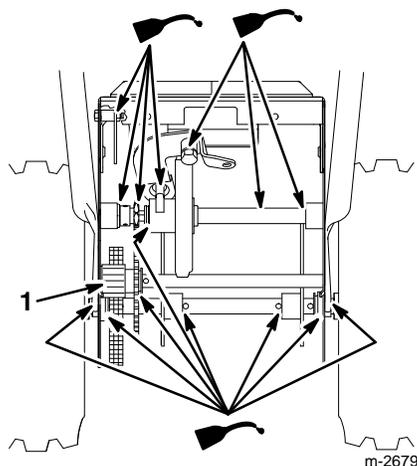

Abbildung 34
7. Das Achsradschutz leicht einfetten (Abb. 34).